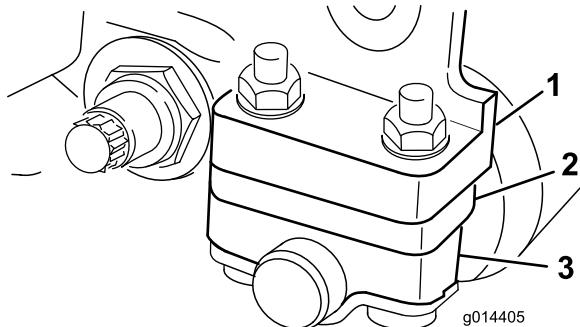
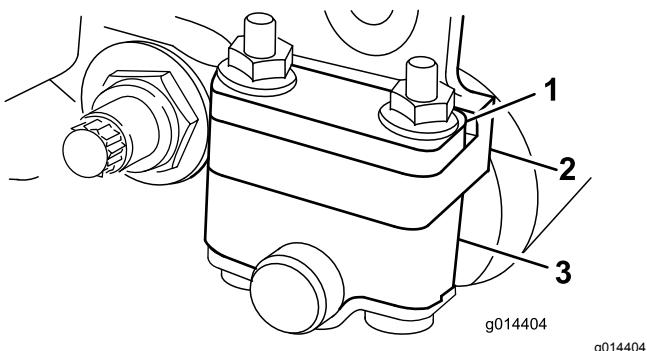

Рисунок 12
Рисунок 11
высоты скашивания находятся в диапазоне от 3 до 25 мм, как показано на Рисунок 12.
4. Установите разделители на винты над или под кронштейнами валика, в соответствии с требуемым положением (Рисунок 11 или Рисунок 12).
В зависимости от требуемого диапазона высоты скашивания установите кронштейны заднего ролика (Рисунок 11 или Рисунок 12) в нижнее или верхнее положение:
- При настройке высоты скашивания в диапазоне от 1,5 до 6 мм установите проставку над монтажным фланцем боковой пластины ( заводская настройка), как показано на Рисунок 11.